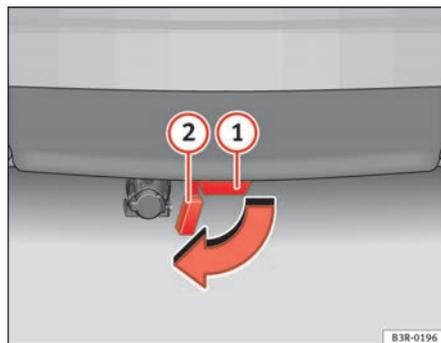

Fig. 157 Parachoques trasero: Abrir el tapón
- Extraiga hasta el tope final el tapón ② ⇒ fig. 157 del tubo de enclavamiento ① que se encuentra debajo del parachoques. El tapón encastra de un modo automático en el tope final.